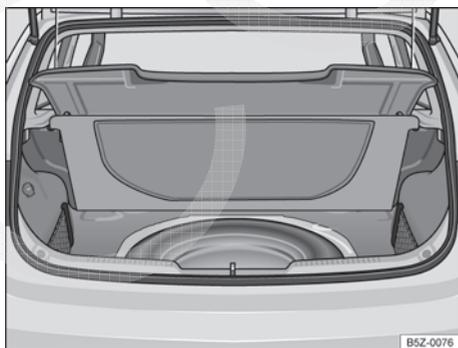

Fig. 130 No compartimento de bagagem embaixo do revestimento do assoalho: roda de emergência e ferramentas de bordo.
As ferramentas de bordo e a roda de emergência estão localizadas no compartimento de bagagem, sob o revestimento do assoalho → Fig. 130.
- Levantar o revestimento do compartimento de bagagem → Fig. 130.